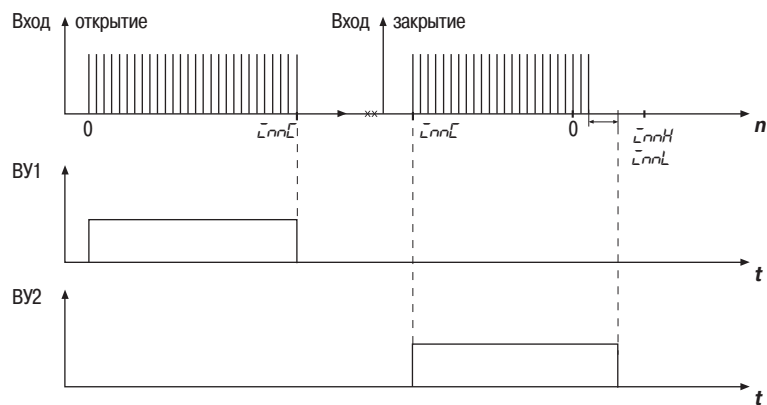

Рис. 8
3.2.9.1.2. При $PrES = 1$ – открытое положение определяется по достижении значения счетчика, равного значению параметра $\bar{L}nnL$ (рис.8);